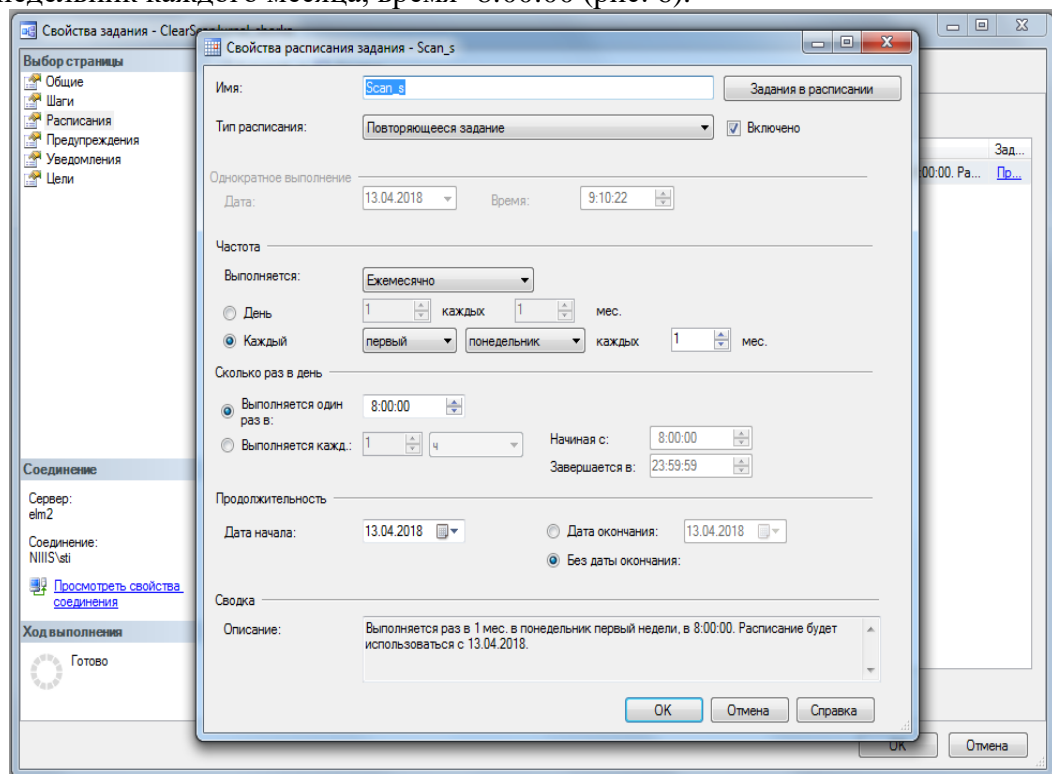

Рис. 6.
- выбрать **Расписания** для задания расписания, по которому будет запускаться созданное задание. Отобразится форма свойств расписания задания (рис. 6). Ввести имя задания, аналогичное имени шага. В поле **Выполняется** выбрать **Ежемесячно**. Установить периодичность - каждый первый понедельник каждого месяца, время -8:00:00 (рис. 6).